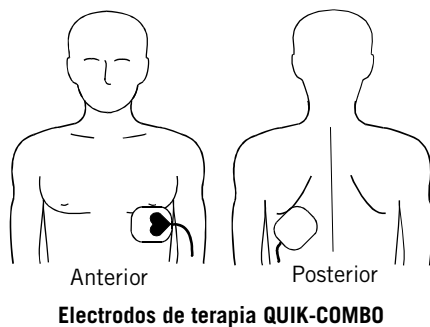

Figura 5-2 Colocación antero-posterior
1. Coloque el electrodo de terapia ♥ o + sobre la zona precordial izquierda, como se muestra en la Figura 5-2. El borde superior del electrodo debe estar justo debajo del pezón. En la medida de lo posible, evite colocar el electrodo sobre el pezón, el diafragma o la protuberancia del esternón.
2. Coloque el otro electrodo tras el corazón, en la zona infraescapular, tal como ilustra la Figura 5-2. Para comodidad del paciente, coloque la conexión del cable alejada de la columna vertebral. No coloque el electrodo sobre las protuberancias óseas de la espina dorsal ni del omóplato.